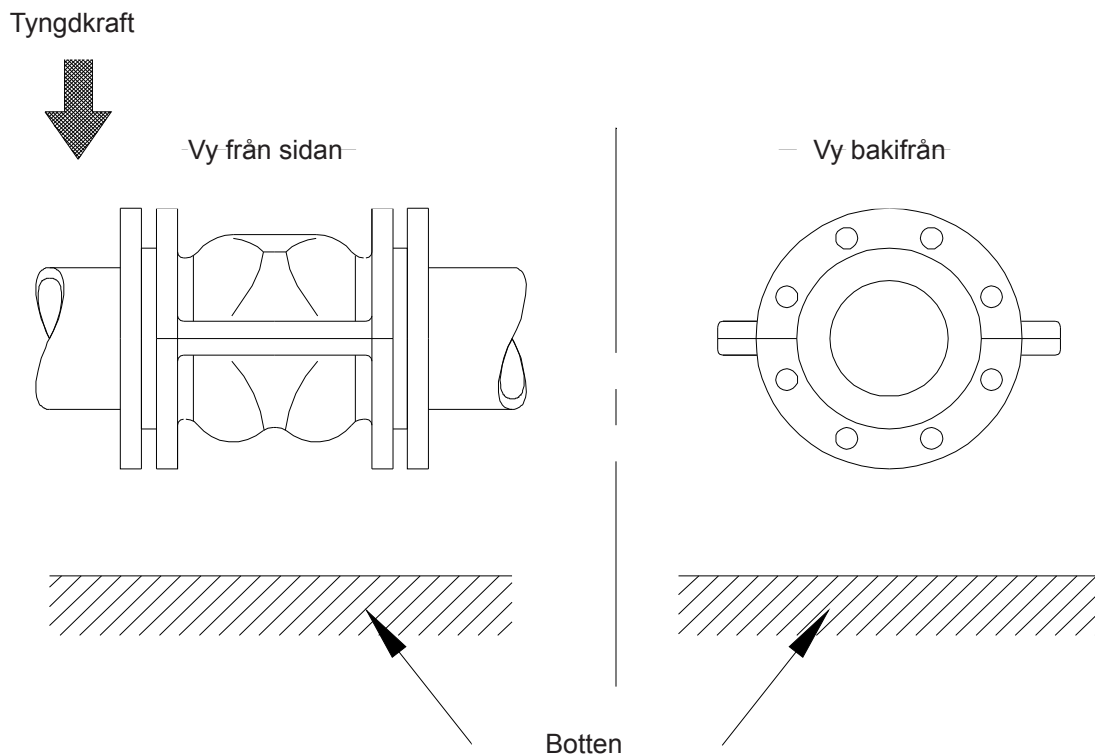

Bild 2-2: justering vid montering i en horisontal rörledning
- 3) Vid montering i en vågrätt rörledning måste säkerställas, att ventilen monteras med öppningen i vågrätt läge. I lodrätta rörledningar kan RVA ventilen däremot byggas in i valfritt läge (se bild 2-2) och materialet kan strömma igenom ventilen.